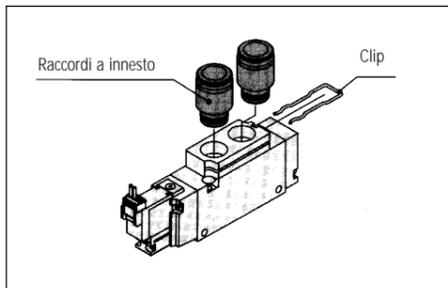

Fig. 16
**Sostituzione dei raccordi a innesto (Fig. 16)**